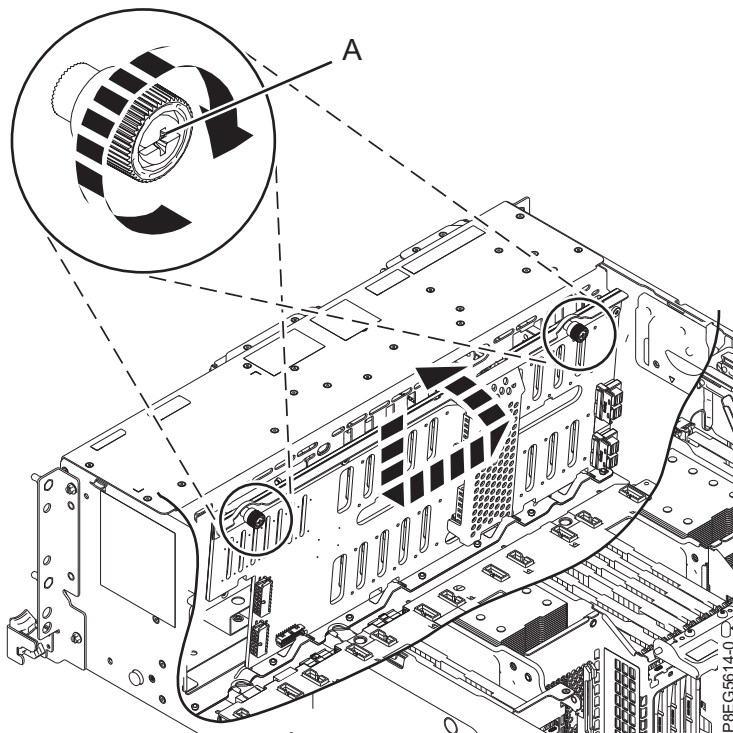

Abbildung 17. Plattenlaufwerksrückwandplatine wiedereinbauen
3. Tauschen Sie von der Vorderseite des Systems aus die Plattenlaufwerksrückwandplatine mithilfe der Leiste an der Oberseite der Rückwandplatine aus. Neigen Sie die Rückwandplatine zur Rückseite und lassen Sie sie in das Chassis herunter. Richten Sie die Aussparungen der Rückwandplatine an den Laschen im Chassis aus, um die Platine in das System einzufügen. Schieben Sie die Rückwandplatine zur Seite (wie dargestellt in Abb. 17 auf Seite 20).
4. Ziehen Sie die Rändelschrauben (A) vorsichtig an, bis jede Schraube sicher im Chassis sitzt.